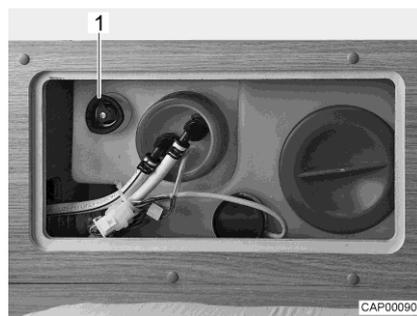

Bild 90 Wassertank mit Drehgriff
- Auf dem Wassertank den Drehgriff (Bild 90,1) im Uhrzeigersinn bis zum Anschlag drehen.
- Auf dem Wassertank den Drehgriff (Bild 90,1) entgegen dem Uhrzeigersinn bis zum Widerstand drehen. Das Wasser läuft bis auf ca. 20 Liter aus.